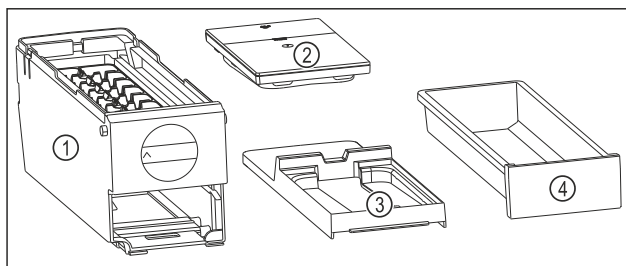

Fig. 146 Componenti dell'EasyTwist-Ice
- L'EasyTwist-Ice è scomposto in quattro parti. (vedere Fig. 146)
- Smontare l'EasyTwist-Ice scomponendo solo gli elementi rappresentati in figura. (vedere Fig. 146)
- Pulire l'intero corpo dell'EasyTwist-Ice Fig. 146 (1).